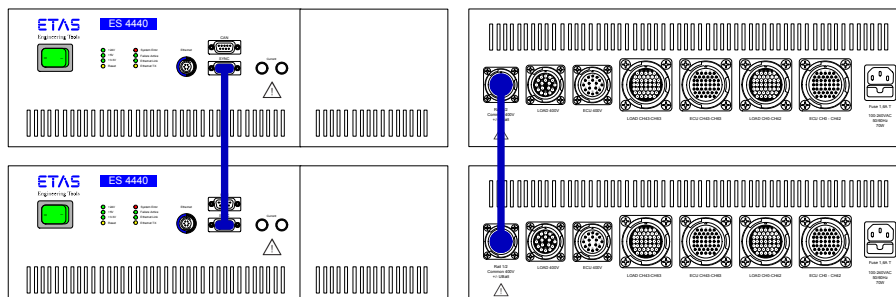

Abb. 2-5 Verbinden von der „SYNC“-Leitungen und der Fehler-Rails
- Die Synchronisationssignale der Multiplexer-Relais (Anschluss „ SYNC“ auf der Frontplatte, siehe Abb. 2-5 links)
- Die Leitungen der Fehler-Rails (Anschluss „Rail 1/2“ auf der Gehäuserückseite (Abb. 2-5 rechts)